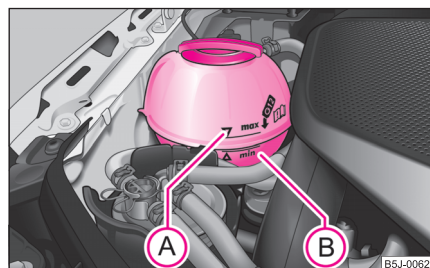

Fig. 159 Compartiment moteur: Vase d'expansion du liquide de refroidissement
- Contrôlez le niveau dans le vase d'expansion de liquide de refroidissement ⇒ fig. 159. Le niveau de liquide de refroidissement doit arriver entre « MIN » (B) et « MAX » (A) si le moteur est froid. Il peut légèrement dépasser la marque « MAX » si le moteur est chaud.
- Mettez un chiffon sur le bouchon du vase d'expansion du liquide de refroidissement ⇒ page 184, fig. 159 et desserrez **prudemment** le bouchon en le faisant tourner à gauche ⇒ .